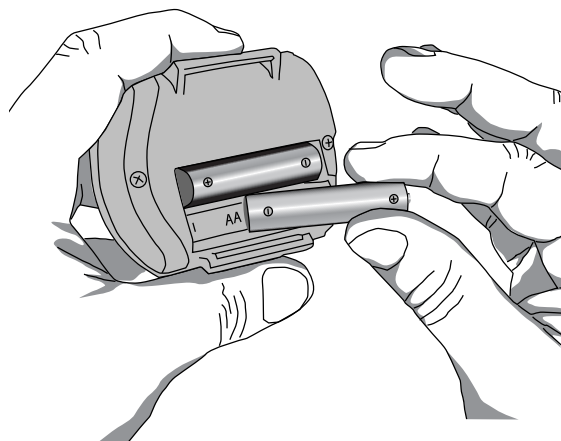

Figura 5: Inserimento delle batterie
2. Inserire 2 batterie AAA nuove (figura 5). L'orientamento delle batterie è indicato all'interno del vano batterie.